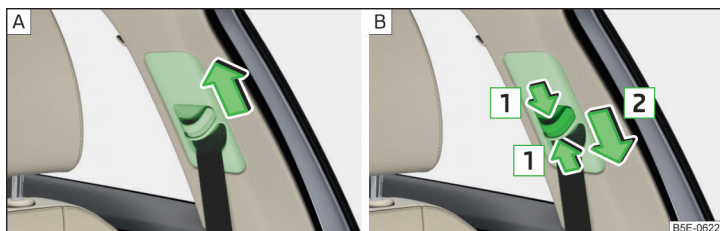

Fig. 17 Réglage de la hauteur de la ceinture sur les sièges avant
- ▶ Tirer la tige vers le haut dans le sens de la flèche » fig. 17 - [A].
- ▶ ou : Enfoncer la protection dans le sens de la flèche **1** et déplacer la tige vers le bas dans le sens de la flèche **2** » fig. 17 - [B].